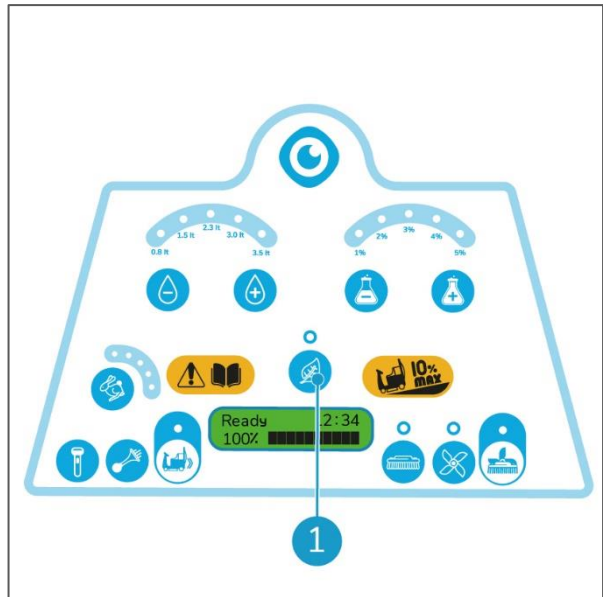

Figura 27
El modo ECO (Figura 27, pos. 1) reduce la velocidad de la máquina, y el uso de agua y solución. Consulta la sección 2.1.